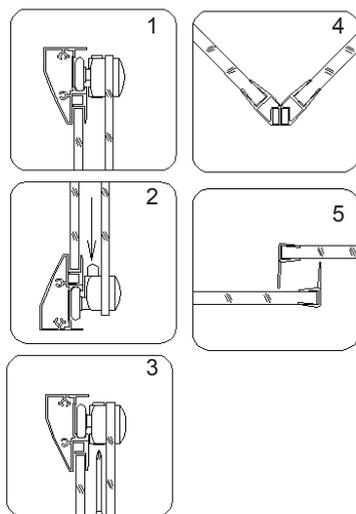

Рис. 19
14. Закрепите на открывающихся дверцах ручки, вставьте ролики открывающихся дверей в верхнюю направляющую рейку. Нажмите на нижний ролик и зафиксируйте его в нижней направляющей рейке. Используйте крестообразную отвертку для регулировки роликов, пока не добьетесь плавности хода. Установите магнитную (**10**) и водоотталкивающую полосы (**11**). См. рис. 19 для более подробной информации.